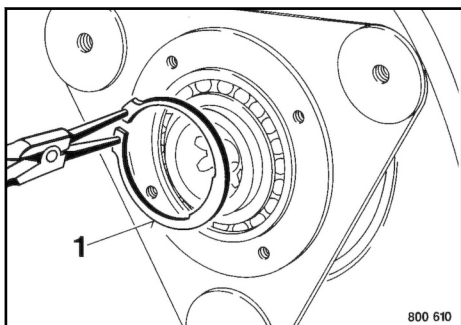

Fig. 222
3. Remove circlip 1 ↗ Fig. 222.